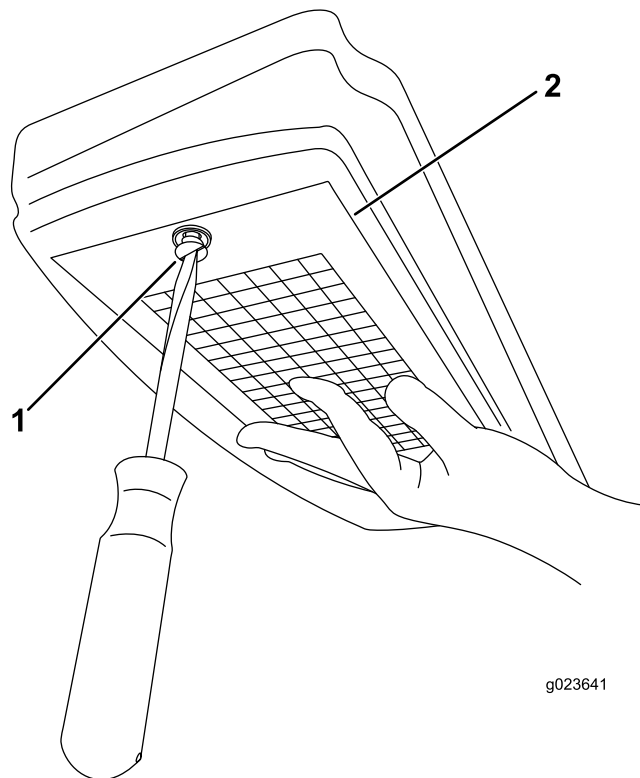

**Bild 132**
3. Nehmen Sie die Schraube und die Abdeckung ab, in der der Luftfilter sitzt (Bild 132).